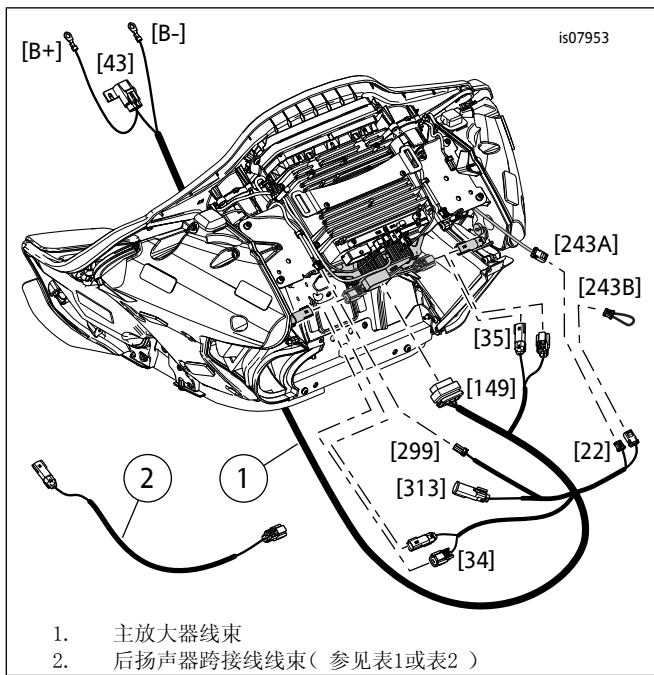

图4。线束连接
4. 参见图4。按照图示定位线束。插入连接器。[34]、[35]、[162]、[313]、[299]和[22]连接的详细说明见以下附注。
- 四通道Molex连接器[162]通过收音机提供后通道输出。在不带放大器的车型上用于扬声器输出(参见图4)。主放大器不使用。用于辅助放大器INPUT(输入)。